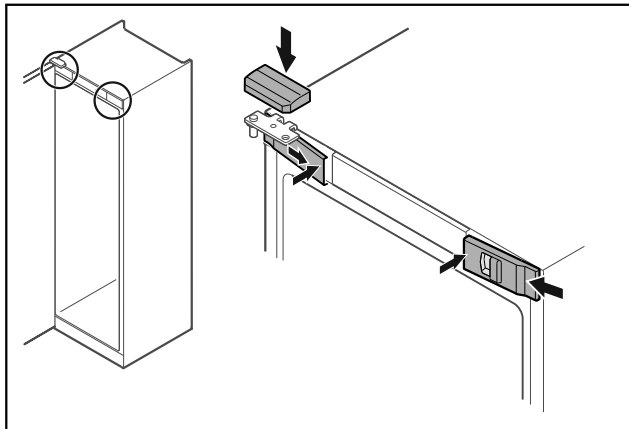

Fig. 48
- Agganciare le coperture anteriori Fig. 48 (1) di lato e innestarle all'interno.
- Innestare la copertura superiore Fig. 48 (2) dall'alto.